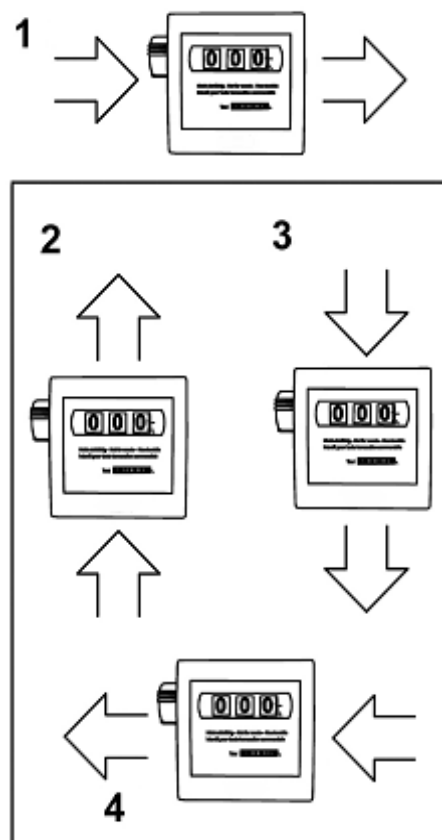

Fig. 3-1: Opções de montagem
- O contador tem um sentido de fluxo predefinido, que é indicado mediante uma seta na parte inferior da carcaça. De série é fornecido na variante 1 na fig. 3-1.